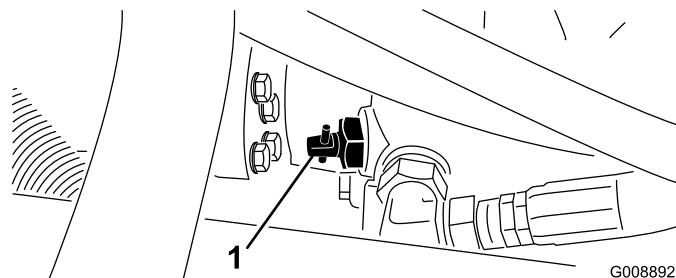

Figure 39
1. Trouvez la vanne de dérivation sur la pompe (Figure 39) et tournez-la de 90°.